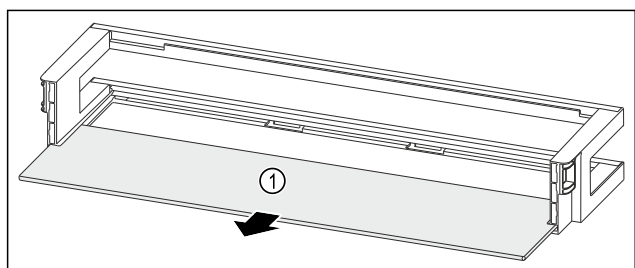

Fig. 257 Balconcino controporta con ripiano
- Rimuovere il ripiano Fig. 257 (1).